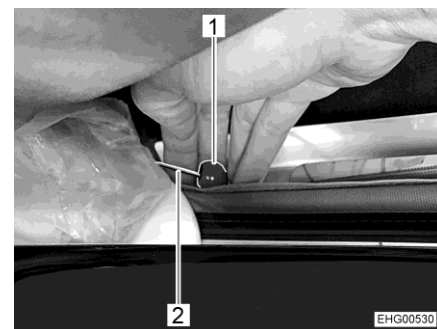

Fig. 34 Dispositif de déverrouillage de secours
- Tirer des deux côtés sur le bouton rouge (Fig. 34,1) du câble Bowden (Fig. 34,2).